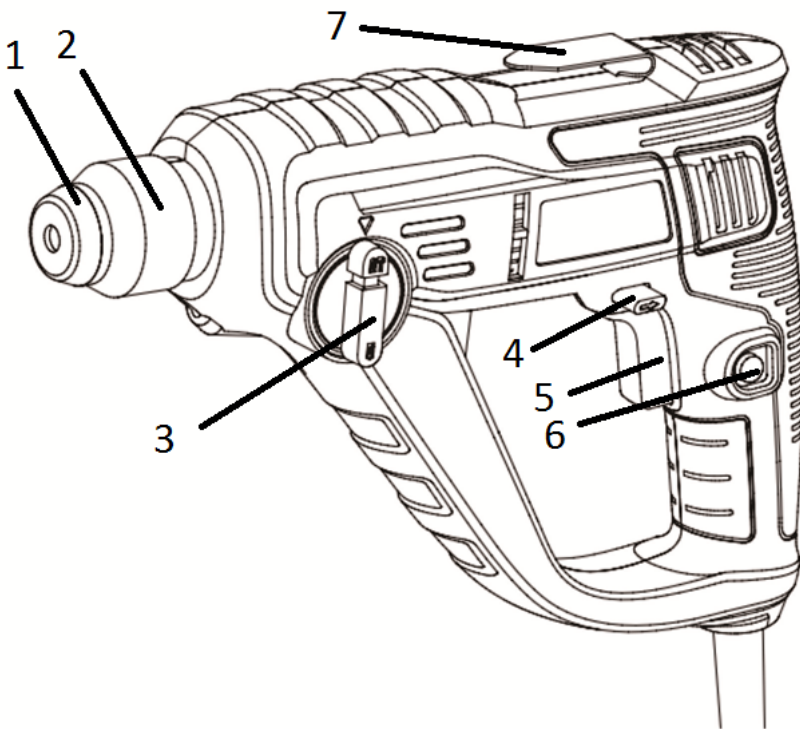

Рисунок 1
2.2.1 Виріб має несучий пластиковий корпус з вмонтованим електричним колекторним двигуном, редуктором з пневматичним ударним механізмом, на вихідному валу якого встановлюється патрон **SDS-Plus** (2) для закріплення змінних робочих інструментів з циліндричними хвостовиками системи SDS-Plus, згідно рис. 1. Корпус одночасно вміщує органи керування режимами інструменту, шнур живлення від мережі змінного однофазного струму.
4.1 Виберіть необхідний режим роботи виробу за допомогою перемикача (3) (див. рисунок 1). За необхідності встановлення свердлильного патрона – встановіть його в патрон SDS-plus через адаптер.